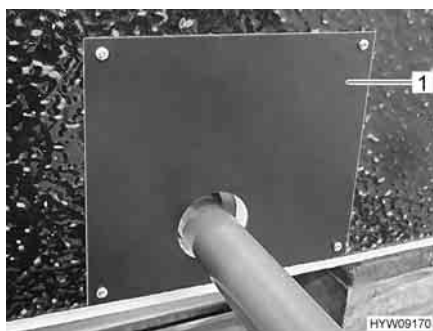

Fig. 157 Copertura del serbatoio delle acque grigie
- Rimuovere la copertura (Fig. 157,1) del serbatoio delle acque grigie.
- Posizionare la copertura (Fig. 157,1).